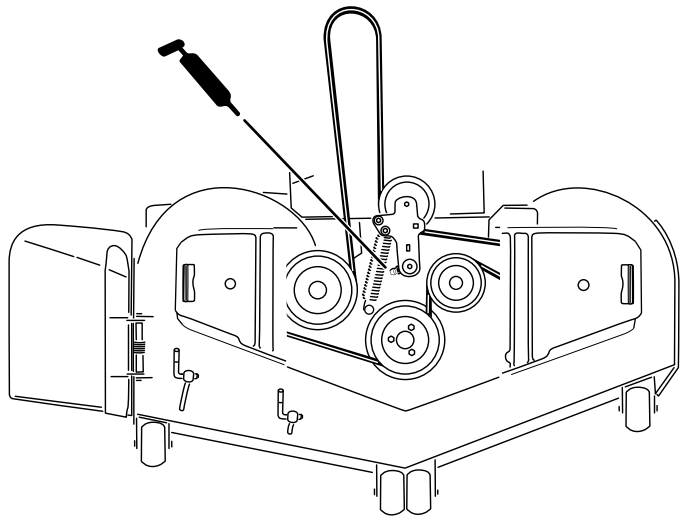

Figura 48
5. Engrase el pivote de la polea tensora de la carcasa de corte hasta que salga grasa por el extremo inferior (Figura 48).